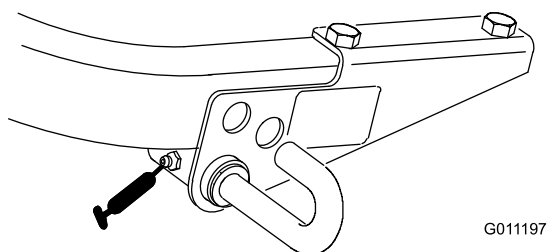

Figura 31
- Palanca de bloqueo del mecanismo de siega (Figura 31).